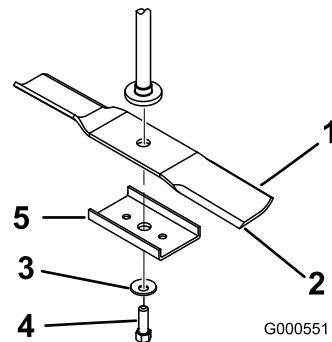

Figure 45
Tenez la lame par son extrémité avec un chiffon ou un gant épais. Enlevez le boulon, la rondelle bombée, le renfort (modèles de 42 pouces uniquement) et la lame de l'axe (Figure 45).
1. Placez la lame sur l'axe (Figure 45).
2. Montez le renfort (modèles de 42 pouces uniquement), la rondelle bombée (face concave vers la lame) et le boulon de lame (Figure 45).